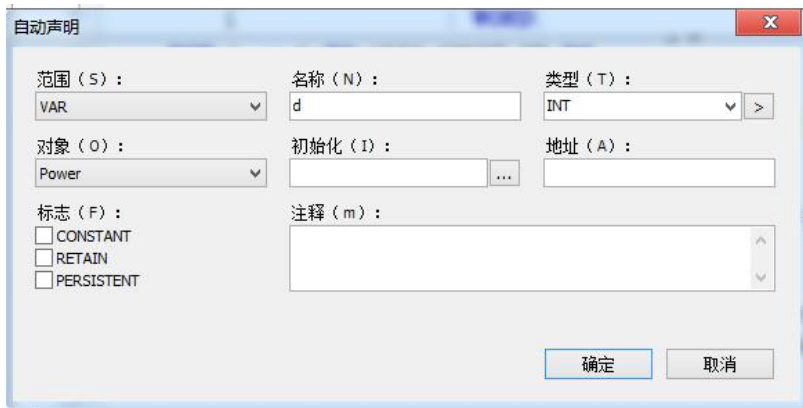

图 4.4-1：自动声明弹窗
- 变量可以被指定一个地址，地址的格式与 4.2 章节所讲述的一致。当变量指定地址时，变量存储于该地址所指定的数据区，如图 4-4-1 所示的变量定义，则该变量 temp 存储于 M 存储区，与 %MW100 占用同一存储区地址。在程序中，采用直接寻址方式改变 %MW100 的值，则该变量 temp 相应改变。变量定义时，也可以不指定地址，则该变量存储于自由存储区。